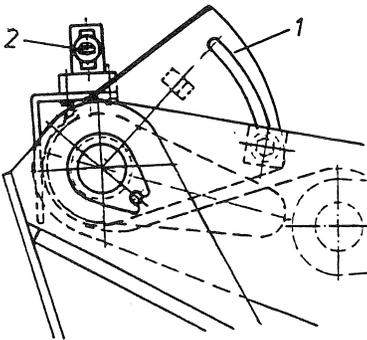

Bild 12
Die gewünschte Hubhöhe wird mit der Schaltkulisse (Bild 12/1) eingestellt.
- Sechskantschraube der Schaltkulisse (Bild 12/1) lösen und Schaltkulisse verdrehen bis der Schieber des Ventiles (Bild 12/2) eingedrückt ist,